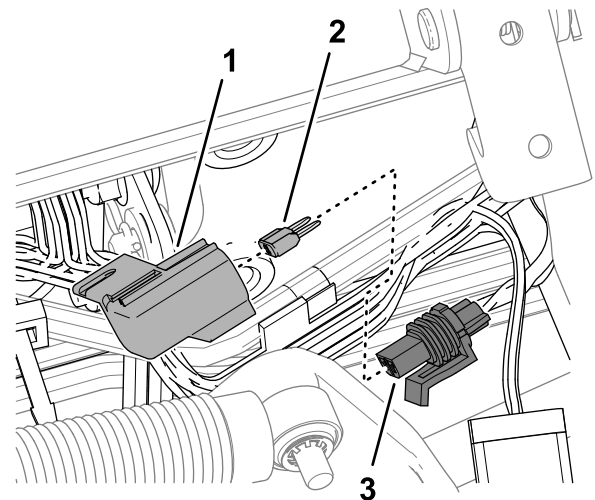

図 104
3. 10 A FUSE TELEMATIC PWR というラベルのついたインラインヒューズホルダーのキャップを外す **図 104**。